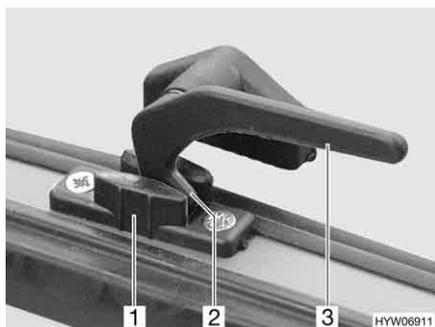

Fig. 74 Levier de verrouillage en position "Aération permanente"
- En position "Aération permanente" (Fig. 74)
- Tourner tous les leviers de verrouillage (Fig. 74,3) d'un quart de tour vers le centre du lanterneau.
- Remettre tous les leviers de verrouillage en position initiale. Le tenon de verrouillage (Fig. 74,2) doit pénétrer alors dans le logement prévu à cet effet dans le verrouillage du lanterneau (Fig. 74,1).